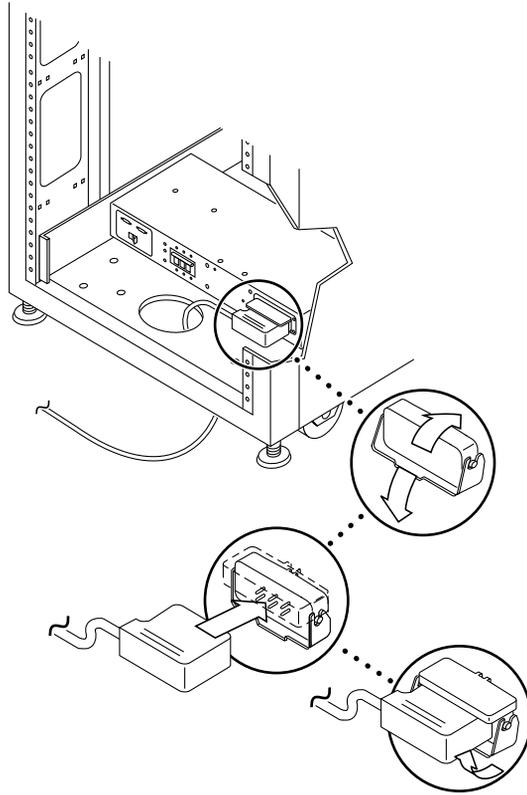

図 2-10 電源ケーブルの接続
3. 電源ケーブルのメス端を背面電源シーケンサコネクタに接続します。もう一方の電源ケーブルのメス端を正面電源シーケンサコネクタに接続します (図 2-10)。